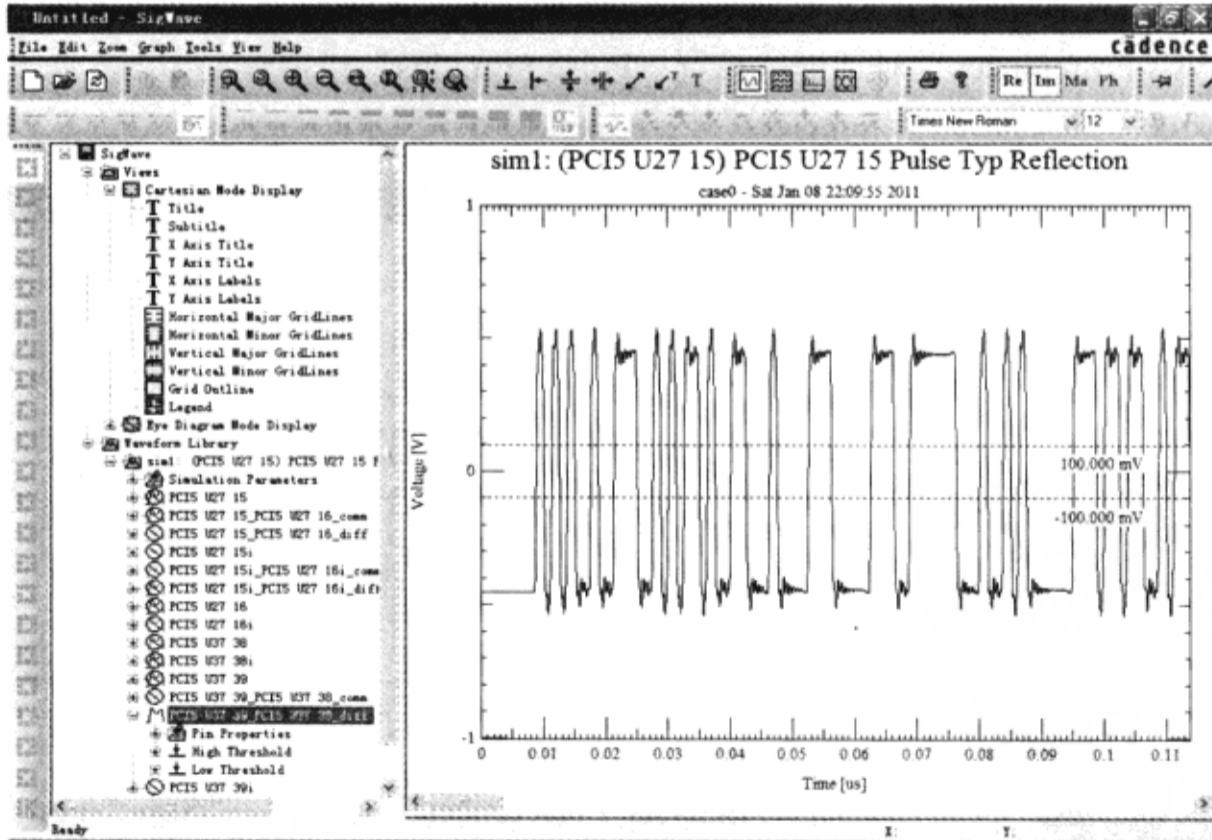

图 6-7-9 差分接收器波形
(14) 单击“Sim1:(PCI5 U27 15) PCI5 U27 15 Pulse Typ Reflection”前的“+”号展开项目→双击“PCI5 U37 39\_PCI5 U37 38\_diff”前的波形符号，显示波形如图 6-7-9 所示。